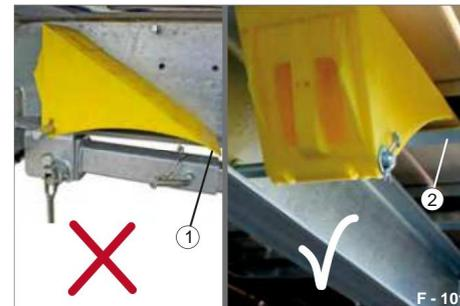

Fig. 94 Inserimento del cuneo di bloccaggio
- ÿ Posizionare la punta (Fig. 94/1) del cuneo di bloccaggio sulla parte superiore del montante del telaio (Fig. 94/2).